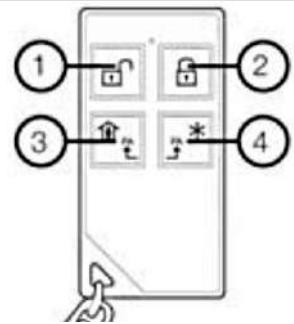

Рисунок 25. Кнопки брелока FW2-RMT-8F
2. **Брелок** – сначала удалить предыдущую регистрацию одновременным нажатием кнопок ② и ③ (см. рисунок 25). Регистрация – одновременно нажать кнопки ③ и ④;